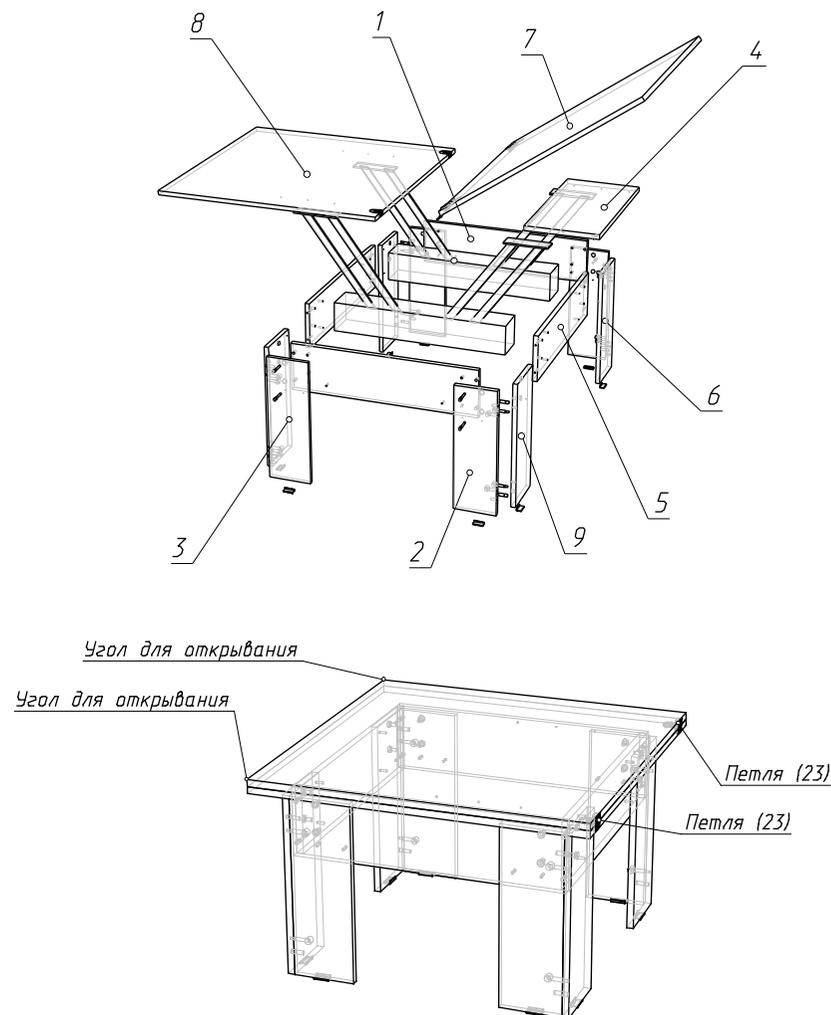

Рисунок 1. Стол-трансформер в сложенном виде
Во избежание получения травм процесс трансформации стола осуществлять, удерживая детали (7,8) за углы противоположные размещению петель (23) (см. рис.1).